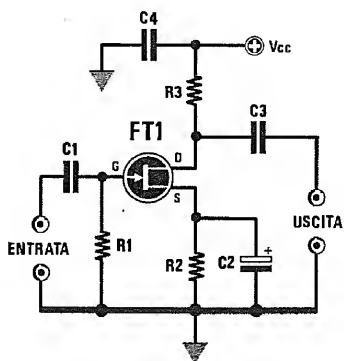

Fig.4 Schema di un preamplificatore a Fet.
Lo schema base per realizzare uno stadio preamplificatore è riportato in fig.4.
Fig.5 Se nel circuito di fig.4 viene tolto il condensatore elettrolitico C2 posto in parallelo alla resistenza di Source, il guadagno si calcola utilizzando la formula:
**Nota** = Questo **guadagno** si ottiene soltanto se ai capi della resistenza di **Source** risulta collegato un **condensatore elettrolitico** (vedi fig.4), ma se realizzerete questo circuito vi accorgete che il guadagno risulta **minore**.
- applicando in parallelo alla resistenza **R2** di **Source** un condensatore elettrolitico (vedi fig.4), potrete conoscere il guadagno che otterrete usando una resistenza da **3.300 ohm** oppure da **2.700 ohm**, utilizzando la formula:
- se toglierete il condensatore elettrolitico posto in parallelo alla resistenza **R2** (vedi fig.4), otterrete i seguenti **guadagni**:
Ritornando allo schema riportato in fig.4, noterete che la resistenza **R1** applicata tra il **Gate** e la **massa** risulta da **1 Megaohm**.